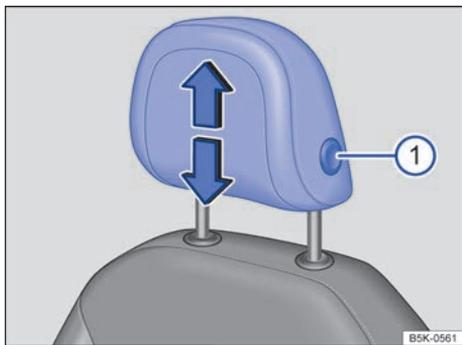

Fig. 80 Ajuste de los apoyacabezas delanteros.
- Desplace el apoyacabezas hacia arriba o hacia abajo en el sentido de la flecha correspondiente a la vez que presiona la tecla → fig. 80 ① → ⚠ en *Introducción al tema* de la pág. 99.